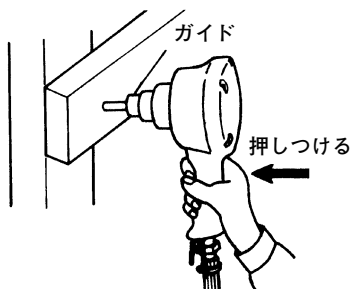

図 6
- (2) 次に釘の先端を打つ所に当て、本体を押しつけて、釘を打ち込んでください。(図 6)